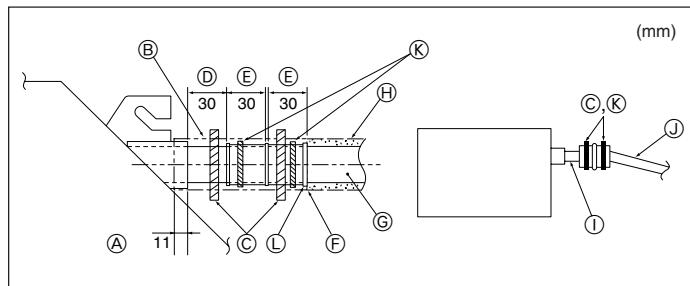

Fig. 3-5
⑨ O.D. ø32 PVC Rohr
⑩ So groß wie möglich auslegen
⑪ Innenanlage
⑫ Sammelrohrleitung möglichst groß auslegen.
⑬ Gefälle (1/100 oder mehr)
⑭ O.D. ø38 PVC Rohr für Sammelrohrleitung. (9 mm Isolierung oder mehr)
⑮ Bis zu 500 mm
1. Die Ablaßmuffe (mit der Anlage geliefert) an den Dränageauslaß anschließen. (Fig. 3-5) (Das Rohr mit PVC-Kleber ankleben und dann mit einem Band sichern.)
⑯ Anlage
⑰ Isoliermaterial
⑱ Band (groß)
⑲ Dränageauslaß (transparent)
⑳ Toleranz für den Einsatz